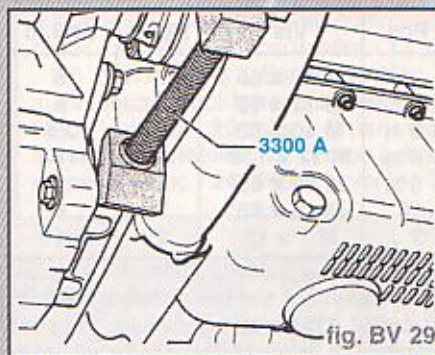

fig. BV 29
- Placer le dispositif d'appui 3300 A sur le moteur entre la boîte de vitesses et le tuyau de gaz d'échappement (fig. BV 29).
- Mettre en place le dispositif d'appui 3300 A sur le moteur à côté du dispositif d'échappement (fig. BV 29).